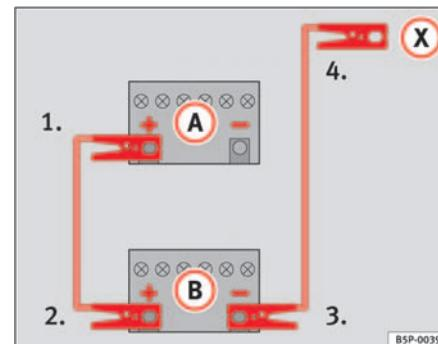

Fig. 156 Esquema de conexión de los cables de emergencia
En la ⇒ fig. 156 A representa a la batería sin carga y B a la batería con carga.
- 1. Emborne un extremo del cable de emergencia rojo al polo positivo ⇒ fig. 156 (+) del vehículo con la batería descargada ⇒ △.